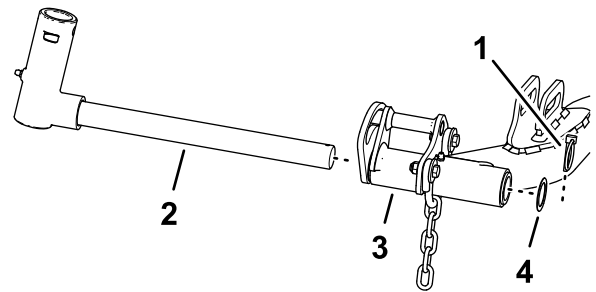

Figura 26
- Togliete la coppiglia ad anello e la rondella che fissano l'albero del perno al braccio di sollevamento ed estraete l'albero del perno dal braccio di sollevamento (Figura 26).